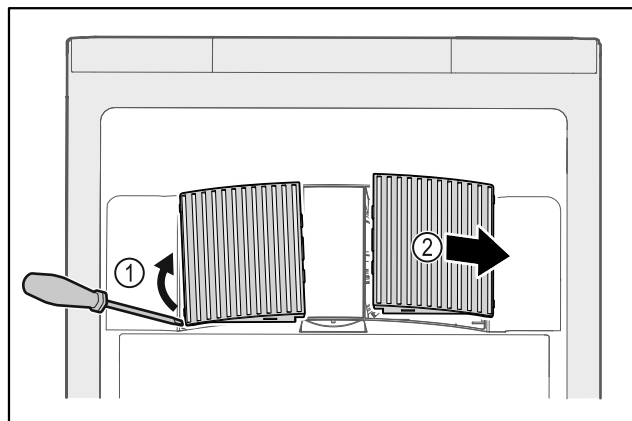

Fig. 201
- Opatrne vytiahnite kryty ventilátorov z bočnej strany Fig. 201 (1) a vyberte ich smerom dopredu Fig. 201 (2).